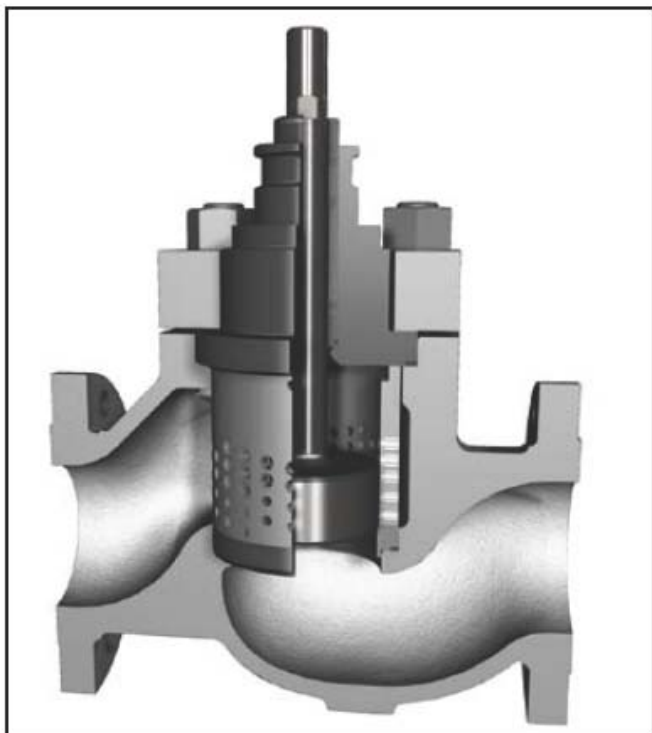

Рисунок 6.
8.1.1. В отличие от стандартного клапана Марки 1 в клапане конструкции CavControl стандартный фиксатор заменен фиксатором с просверленными ступенчатыми отверстиями, см. рис. 6. Затвор и крышка отличаются размерами от стандартной конструкции Марки 1. Сборка и разборка клапана производятся в соответствии со стандартными процедурами.